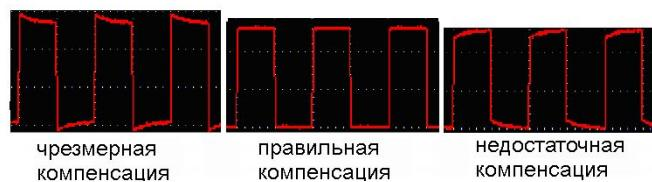
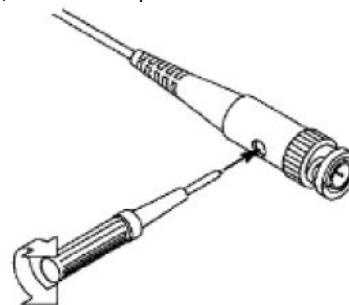

Рисунок 3.5. Варианты осциллограммы при компенсации щупа
Рисунок 3.6. Регулировка щупа
2. Оцените форму полученной осциллограммы и отрегулируйте щуп, пока не будет достигнута правильная компенсация (см. рисунок 3.5 и рисунок 3.6).